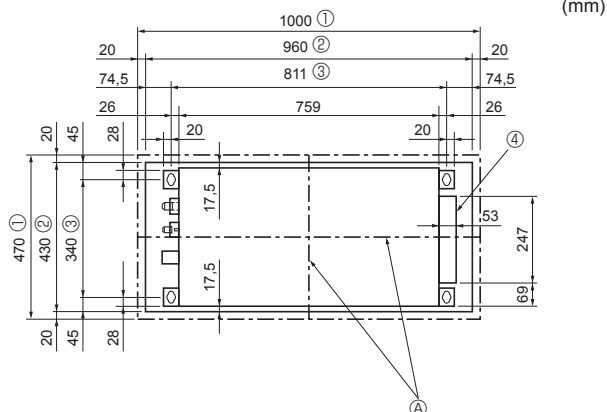
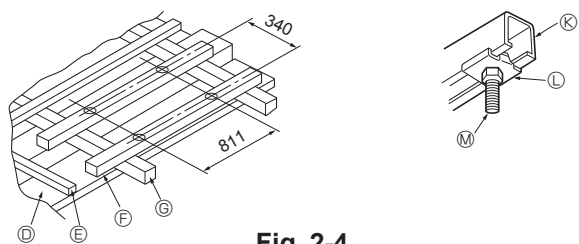

Fig. 2-3
Fig. 2-4
2.3. Ouvertures dans le plafond et emplacement des boulons de suspension (Fig. 2-3)
- ① Côté extérieur de la grille
- ② Ouverture dans le plafond
- ③ Hauteur du boulon
- ④ Boîtier électrique
① Structures en béton armé (Fig. 2-4)